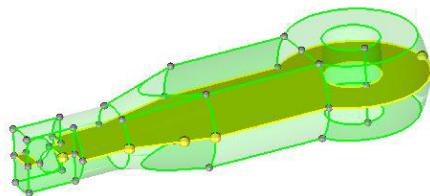
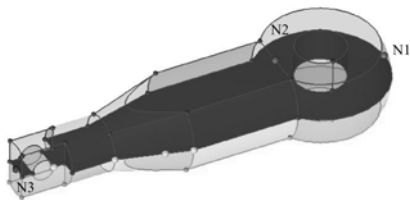

图 5-46 切割实体
图 5-47 选择节点
- (4) 单击 trim 按钮，将实体切割成为上下对称的两个实体，如图 5-46 所示。
- (5) 激活 with plane 下的 solids，选择切割好的上半部分实体。
- (6) 激活下面的 N1，如图 5-47 所示依次选择 N1、N2 和 N3 这 3 个点。